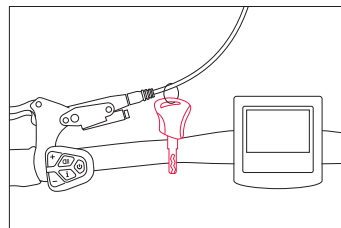

Abbildung 3
**Schritt 1:** Suchen Sie die Schlüssel am Lenker (Abb.3) und entfernen Sie sie. Wenn Sie die Schlüssel vom Lenker entfernen, achten Sie darauf, keine der Drähte zu beschädigen.